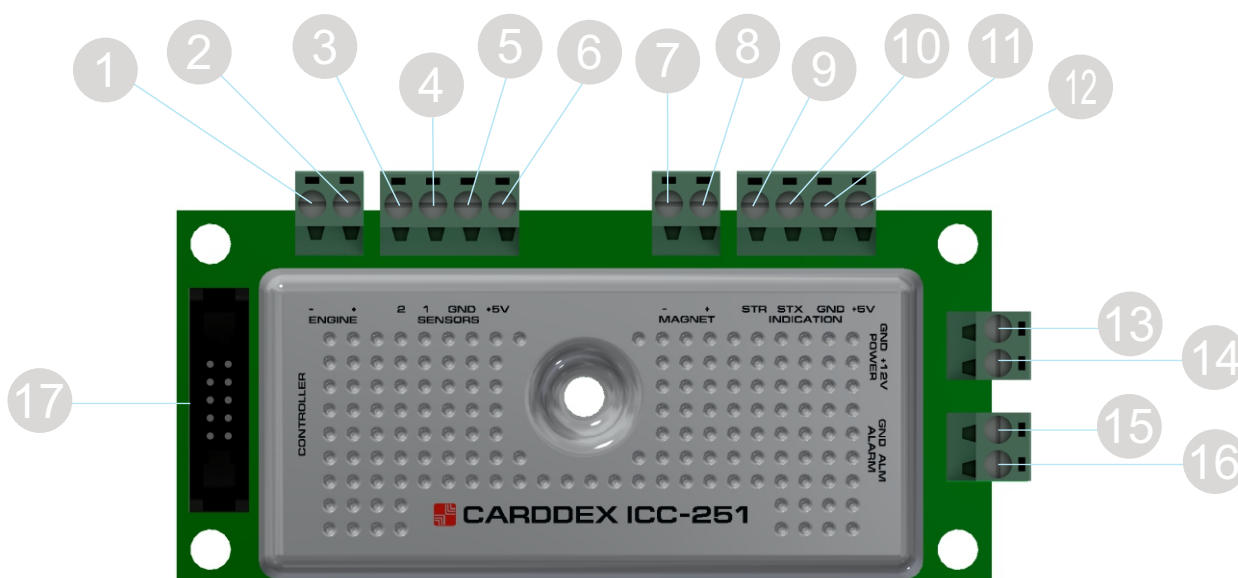

Рисунок 6 – Модуль управления «ICC-251»
- 3 Разъем «TURNSTILE». Служит для подключения модуля управления «ICC–251» (Рис. 6).
Рассмотрим разъемы, расположенные на плате модуля «ICC-251» (Рис. 6):